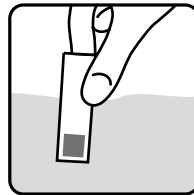

Abb. 1
- Das rote Reaktionsfeld des Teststäbchens 1 Sekunde in ein Glas Ihres Leitungswassers eintauchen (Abb. 1).